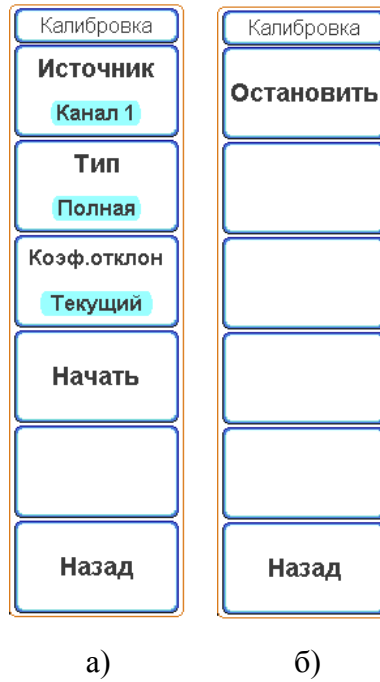

Рисунок 6.31 – Экранное меню «Калибровка», а) выполнить калибровку, б) остановить калибровку.
- в меню «Запись/Вызов» (рисунок 6.31, а) нажать экранную кнопку «Сохранить настройки». При этом откроется подменю «Сохранить настройки» (рисунок 6.30, в);
- Перейти в главное меню, нажав кнопку «МЕНЮ» в блоке «УСТАНОВКА» (рисунок 6.1, поз. 3). Нажать экранную кнопку «Утилиты», чтобы вызвать меню «Утилиты». В меню «Утилиты» нажать экранную кнопку «Калибровка» (рисунок 6.31, а);
- если по каким-либо причинам необходимо остановить процесс калибровки, следует нажать экранную кнопку «Остановить» два раза (рисунок 6.31, б);